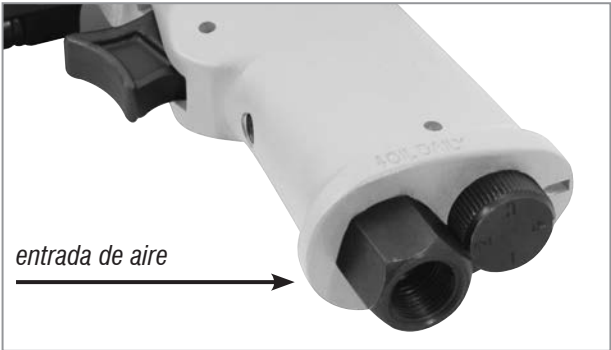

Fig. 2 – Entrada de aire
- Instale un conector en la entrada de aire de la herramienta y un encaje rápido en la manguera de aire comprimido (no acompaña). (Fig.2)